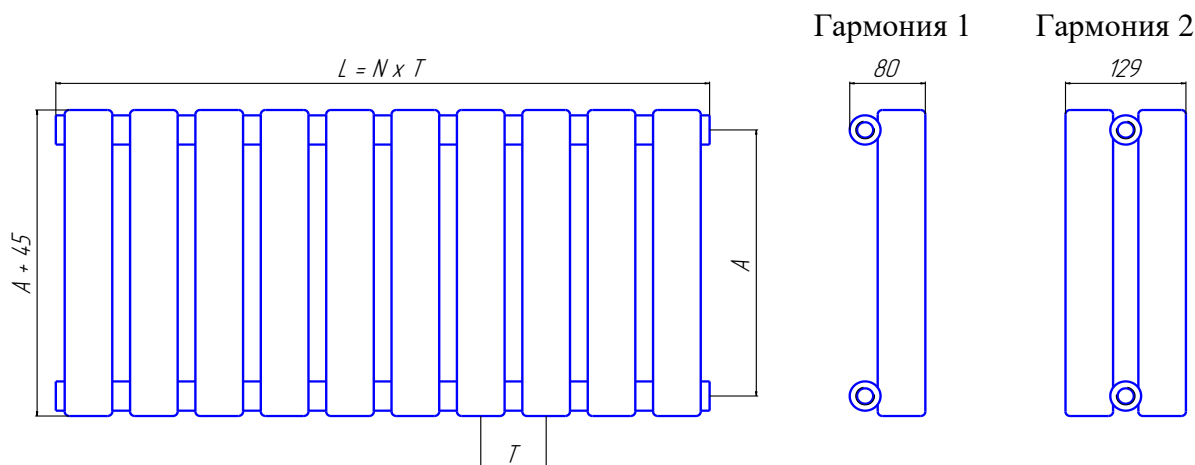

Рис. 1 Т – шаг (Т = 70 мм), N – количество секций.
2.1. Основные размеры и параметры радиаторов приведены на рис.1 и в таблице.